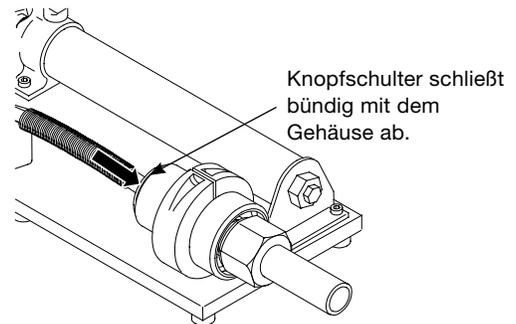

Abb. 4 Anzeigeknopf in Montageposition
5. Den Anzeigeknopf nach vorne drücken, bis er einrastet. Die **Schulter des Knopfes** sollte bündig mit dem Hydraulikgehäuse abschließen. Siehe Abb. 4.